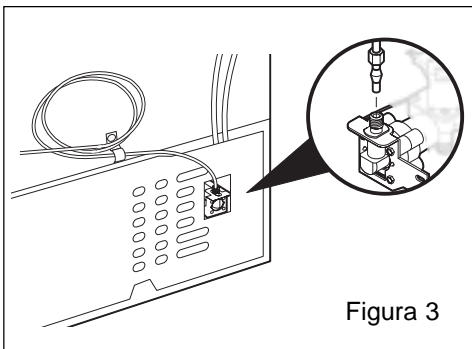

Figura 3
4. Sujete la tubería de cobre con la ABRAZADERA DE ACERO y atomille el panel dorsal en el lugar que se muestra (Figura 3).
5. Dirija el suministro de agua hacia el serpentín como se muestra (figura 3).
6. Abra el suministro de agua y verifique que no hay fugas en ninguna de las conexiones (figura 3).